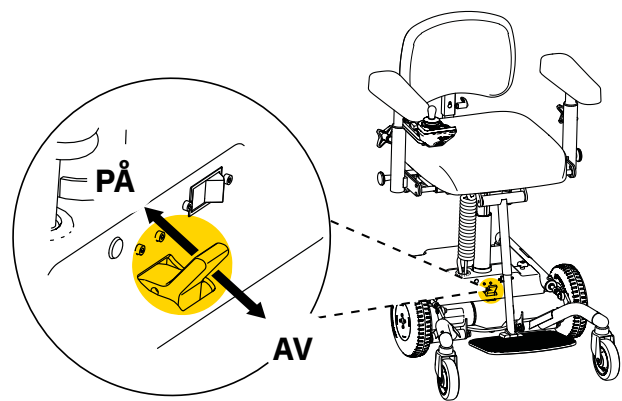
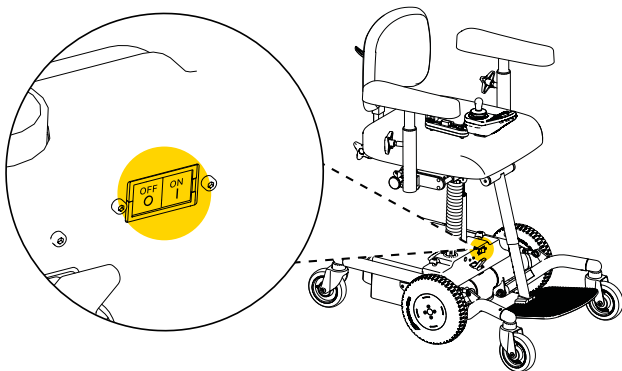

Figure 3.2. Débrayage du frein.
Figure 3.4. Coupe-circuit automatique
- Sur une surface plane, déplacer le produit en le faisant rouler. Pour que le produit puisse rouler, le frein doit être débrayé et le coupe-circuit automatique désactivé. Pour débrayer le frein, faire passer le réglage sur la position AV. Pour activer le frein, mettre le réglage sur la position PÅ (voir figure 3.2). Pour désactiver le coupe-circuit automatique, appuyer sur OFF. Avant la recharge et lorsque le produit doit être remis en service, le coupe-circuit automatique doit être réinitialisé : appuyer sur ON (voir figure 3.4). Après la déconnexion du coupe-circuit automatique, le boîtier de commande doit être redémarré deux fois pour réinitialiser les fonctions du produit.
- Pour un stockage plus long, déconnecter la batterie. Cela se fait à l'aide du coupe-circuit automatique (voir figure 3.4). Appuyer sur OFF pour déconnecter les batteries. Quand la batterie est désaccouplée, elle doit être rechargée tous les 4 mois pour maintenir sa fonction. Avant la recharge et lorsque le produit doit être remis en service, le coupe-circuit automatique doit être réinitialisé : appuyer sur ON. Après la déconnexion du coupe-circuit automatique, le boîtier de commande doit être redémarré deux fois pour réinitialiser les fonctions du produit. Recharger complètement les batteries avant utilisation (voir 2.3. Recharge).
- Lors du transport, la batterie doit être déconnectée. Cela se fait à l'aide du coupe-circuit automatique (voir figure 3.4). Appuyer sur OFF pour déconnecter les batteries. Pour réinitialiser le coupe-circuit automatique, appuyer sur ON. Après la déconnexion du coupe-circuit automatique, le boîtier de commande doit être redémarré deux fois pour réinitialiser les fonctions du produit.